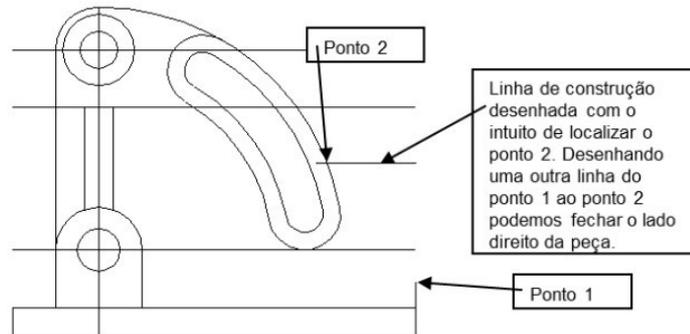

Figura 7 - Complementação do furo.
33. Mude para o layer **visíveis** e entre no comando *LINE*. Desenhe a linha do ponto 1 ao ponto 2 (figura 7), utilizando as opções *OSNAP* (*ENDPOINT* e *INTERSECTION*).
43. Em seguida, entre no comando *FILLET* e comece para o raio o valor 0.5. Depois, entre novamente neste comando e desenhe os terminais da parte superior da nervura apresentada na figura 7.